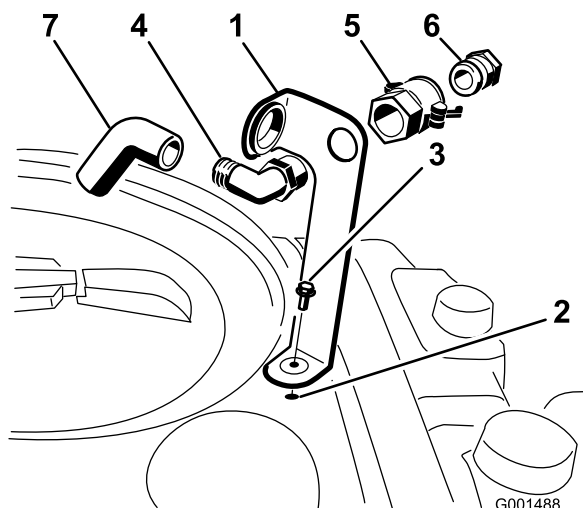

Bild 3
mit einem Bundbolzen (5/16" x 3/4"), wie in Bild 3 abgebildet.
- Stecken Sie das Gewinde des 90-Grad-Krümmers durch die Halterung und schrauben Sie die Schnellkupplung auf. Befestigen Sie sie an der Halterung (Bild 3).
3. Montieren Sie den Schlauchadapter auf die Schnellkupplung (Bild 3).
4. Drehen Sie die Hebel zum Adapter, um ihn zu arretieren. Befestigen Sie ihn dann mit den Splinten (Bild 3).
5. Stecken Sie den Rücklaufschlauch durch die große Öffnung in der Halterung und auf das Krümmerende des 90-Grad-Winkelanschlusses (Bild 3).